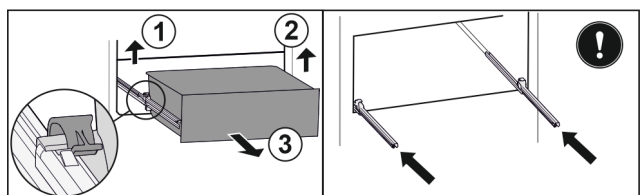

Fig. 26
- ▶ Sollevare il morsetto sinistro e allo stesso tempo tirare in avanti il cassetto sinistro. Fig. 26 (1)
- ▶ Sollevare il morsetto destro e allo stesso tempo tirare in avanti il cassetto destro. Fig. 26 (2)
- ▶ Rimuovere il cassetto tirandolo in avanti. Fig. 26 (3)